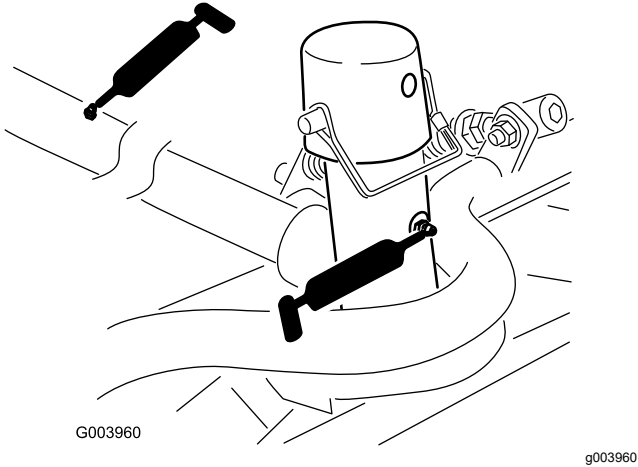

Figure 68
- Bâti porteur d'unité de coupe et pivot (x 2) (Figure 68)